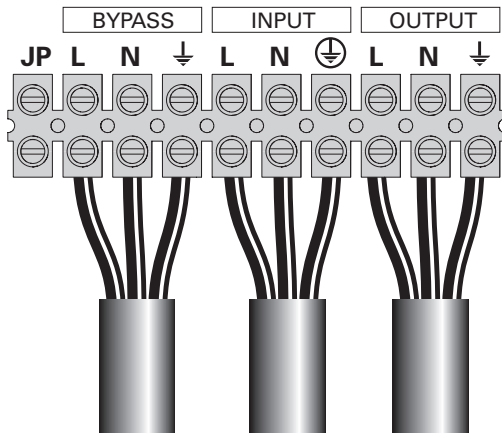

Рисунок 18.
- 1 - Снять металлическую перемычку L-JP (см. Рис. 18).